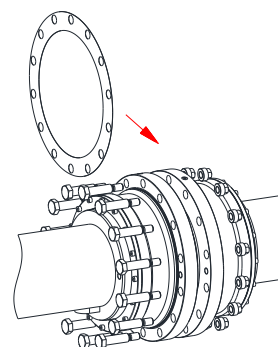

Figura 39
- Insira a guarnição de vedação (componente 5) e aparafuse as luvas com a ajuda dos parafusos de ajuste sextavados (componente 3) e as porcas (componente 4), respeitando os binários de aperto prescritos (ver tabela 6) (ver figura 39).